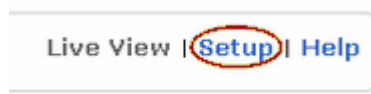

Рис. 6.1—13 Раздел «Setup» функционального меню Web-сервера сетевого устройства
3. В окне домашней страницы Web-браузера воспользоваться функциональным меню Web-сервера и открыть раздел «Setup» (Рис. 6.1—13).